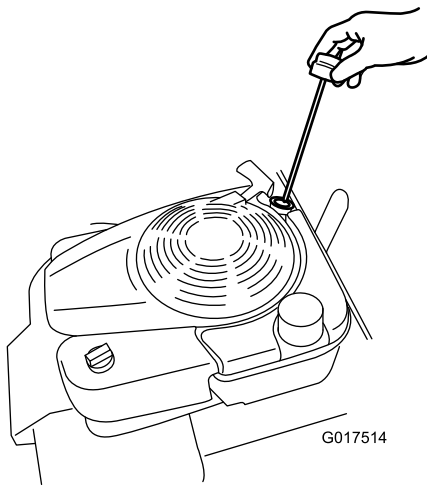

Bild 32
8. Entfernen Sie den Peilstab (Bild 32) und füllen Sie Öl in den Einfüllstutzen bis ca. 3/4 des Füllvolumens des Kurbelgehäuses ein.